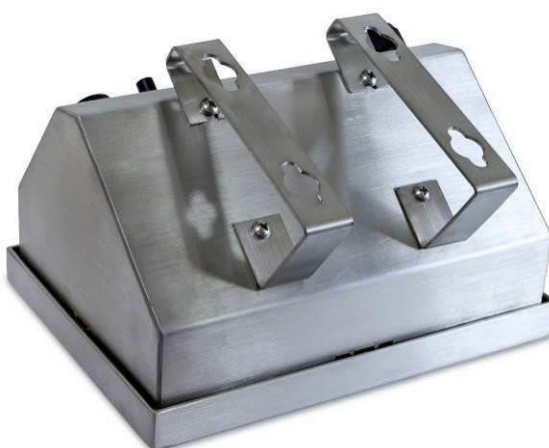

图2-7: 安装墙式支架
O. 把盖子合上以后，用 4 个螺钉把支架固定到仪表上，如图 2-7 所示。